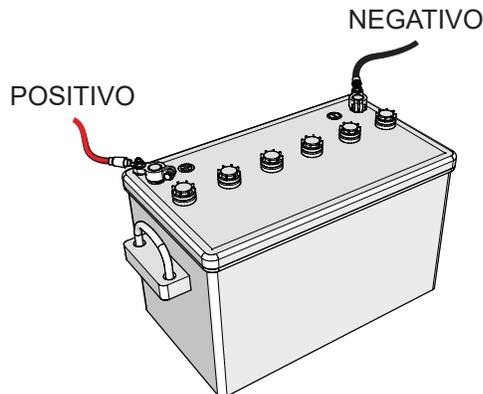

Figura 38. Conexiones de la batería
**SIEMPRE** asegúrese de que los cables de la batería estén bien conectados a los terminales (Figura 38). El cable **rojo** se conecta al terminal positivo y el **negro** al negativo.